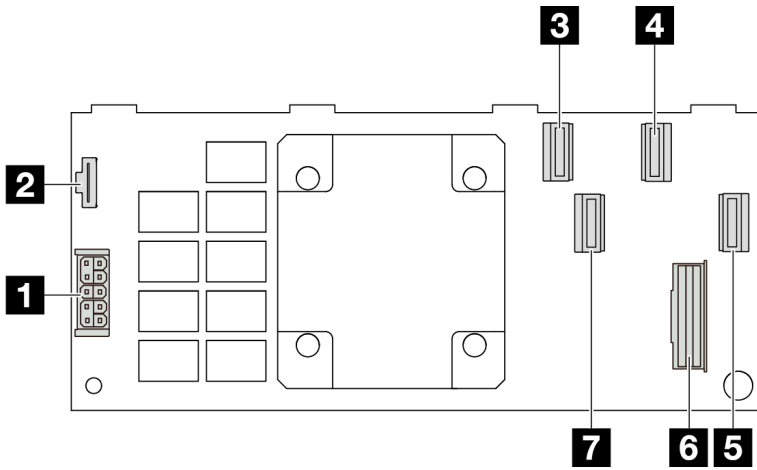

图 300. Gen 4 16i CFF RAID 适配器 (四个端口接口)
- 第 294 页图 300 “Gen 4 16i CFF RAID 适配器（四个端口接口）”